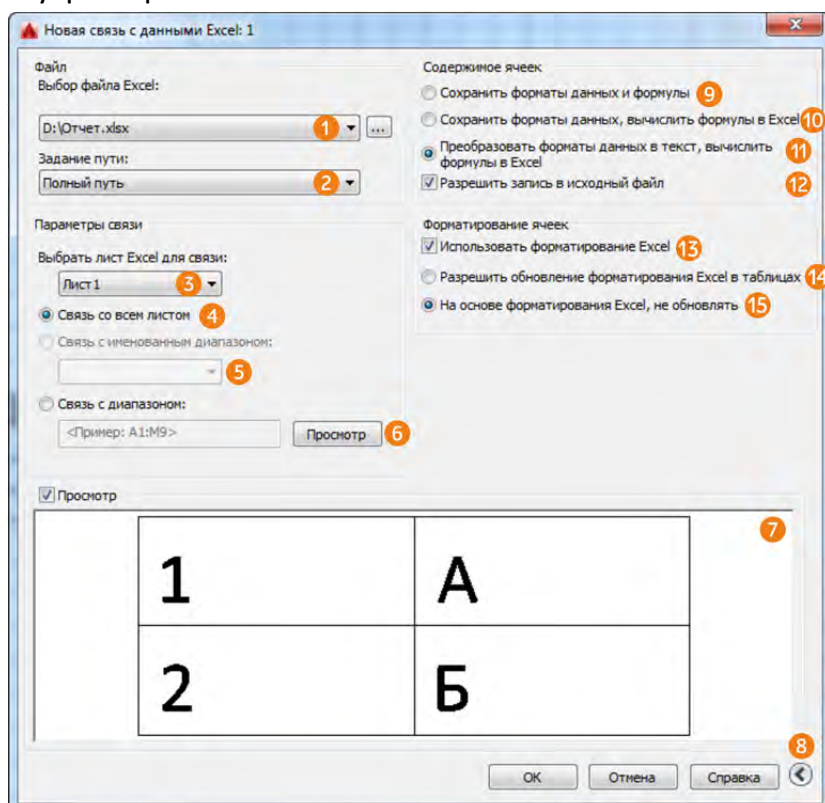

Рисунок 3.14 Диалоговое окно «Новая связь с данными Excel»
Диалоговое окно «Новая связь с данными Excel» (Рисунок 3.14) создает и настраивает связь из таблицы, созданной в Microsoft Excel, с данными в таблице внутри чертежа.
- Редактировать связи с данными – открывает диалоговое окно «Изменение связи с Excel», которое идентично диалоговому окну «Новая связь с данными Excel» рисунок 3.14 и обладает теми же возможностями по управлению связью с данными.